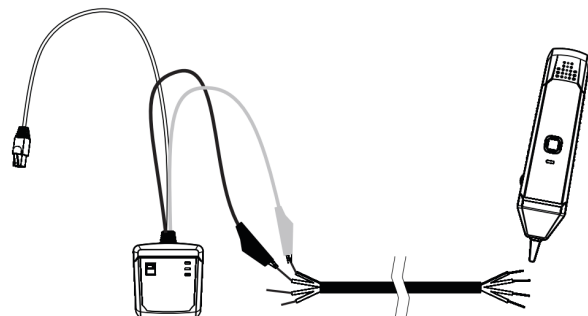

Рис. 3. Обнаружение пар проводов
7. Обнаружение пар проводов (см. рисунок 3)